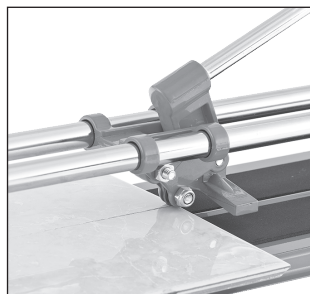

рис. 1
2. Зафиксируйте плитку на станине плиткореза так, чтобы размеченная линия реза совпала с траекторией перемещения каретки, на которой закреплен режущий ролик. Для этого на платформе имеется центровая метка, по которой удобно регулировать положение плитки, и угольник-линейка, дающий дополнительную фиксацию (рис. 1).